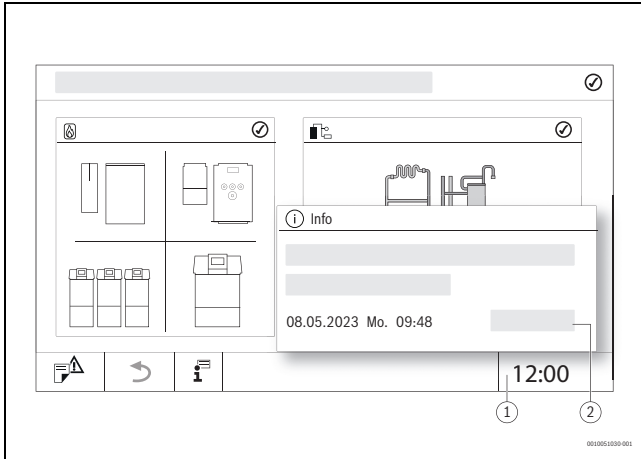

Bild 13 Systemzeit umstellen
- ▶ Uhrzeit (→ Bild 13, [1]) antippen.
- ▶ **Speichern** (→ Bild 13, [2]) antippen.